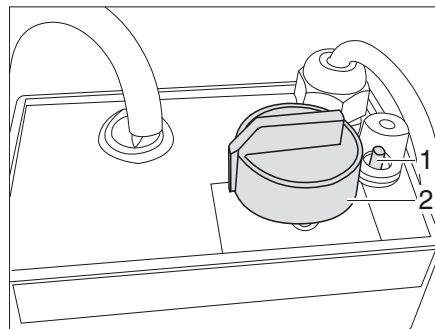

Fig. 118 Régulateur du chauffage électrique du plancher
- Tourner le bouton tournant (Fig. 118,2) sur la température souhaitée.
- Tourner le bouton tournant (Fig. 118,2) sur la position "0".
Quand le régulateur est surchargé, la protection contre les surcharges se déclenche. La goupille (Fig. 118,1) sort de son logement.
- Enfoncer la goupille (Fig. 118,1) de la protection contre les surcharges, une fois que le régulateur est refroidi.